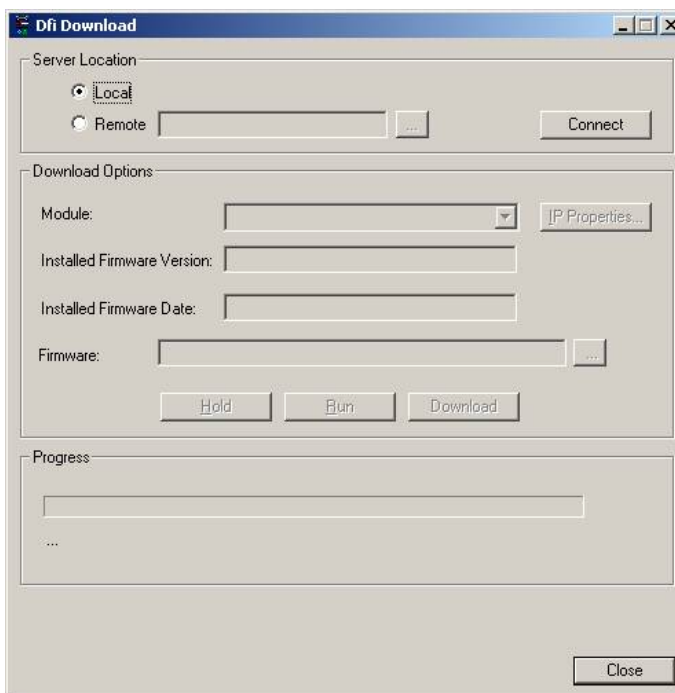

Figura 2.8 – Dfi Download - Tela para Conexão do Módulo (1)
13. A tela abaixo, representada pela Figura 2.8, será mostrada. Clique no botão *Connect* para que os módulos que estejam disponíveis sejam reconhecidos.